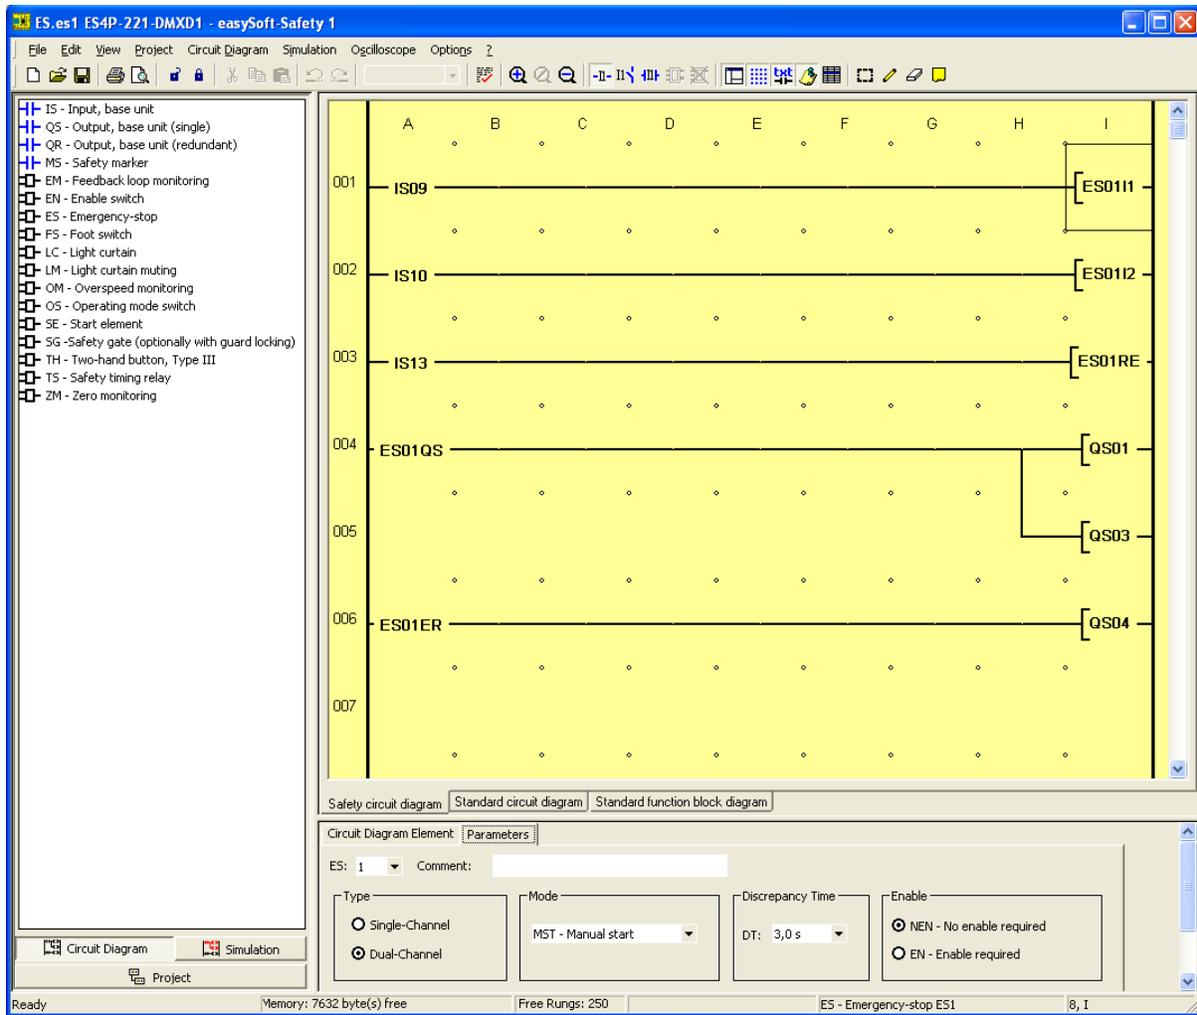

Рисунок 33 – Окно схемы соединений
- При отображении схемы соединений – отображаются инструменты для всех логических элементов, как стандартных функциональных блоков, так и блоков безопасности (рисунок 33).
- При отображении схемы соединений – предлагается поле для построения схемы электрических соединений из выбранных функциональных блоков в панели инструментов (рисунок 33).
- При отображении схемы соединений – предлагаются настройки выбранного функционального блока (рисунок 33).